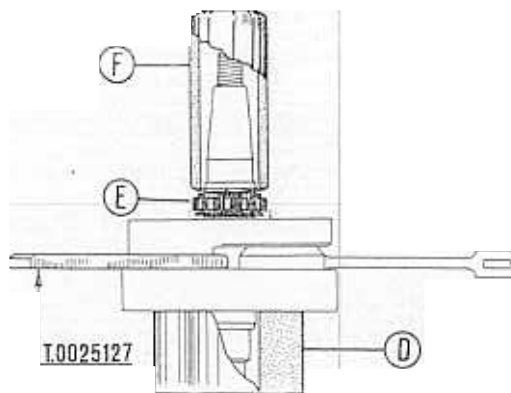

Fig. 6 M
Fig. 6 M. **Pista interior cojinete de rodillos del cigüeñal:** Montar la pista interior sobre su alojamiento en el cigüeñal y aplicando el útil T.0018119 provisto de los particulares 9 y 8 montaremos el rodamiento en su respectivo lugar. En caso de no disponer de este útil, emplear el procedimiento descrito a continuación. No obstante, aconsejamos, para un mejor montaje, utilizar el primer método, siempre que sea posible.
**Nota.**—Durante el montaje de la pista «E», introducir la cuña T.0025127 entre los semicigüeñales, para evitar deformaciones en el cigüeñal (segundo método) (Fig. 6 M)